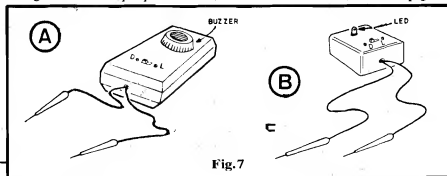

Fig. 7
- **FIG. 7 - O ACABAMENTO DO ANACON** - Em 7-A vemos a sugestão para o "encaixamento" do circuito num **container** tipo "caixãozinho de defunto", facilmente encontrável nas lojas. Essa disposição vale para a utilização do sinalizador (buzzer) originalmente indicado para o circuito... Quem preferir usar o LED indicador, poderá acomodar o circuito numa caixinha ainda menor, conforme sugere o diagrama 7-B. Em qualquer dos casos,